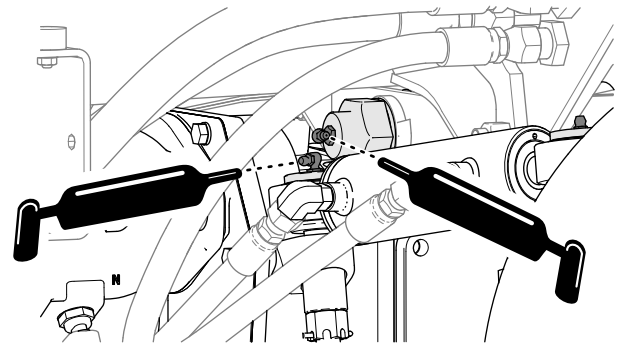

図 113
- 後アクスルピボットブッシュとステアリングシリンダ **図 113**を参照。